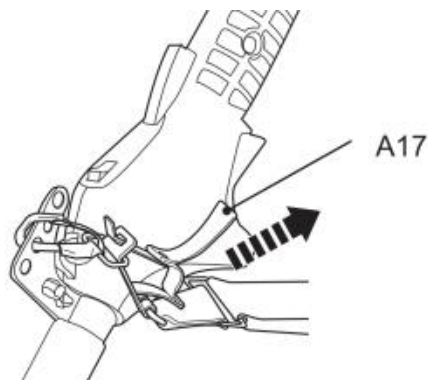

Fig. 34
5. En caso de emergencia, sujete el asa frontal (A27) con la mano izquierda y utilice la mano derecha para tirar de la cuerda (A17) (Fig. 34). La barra de bloqueo